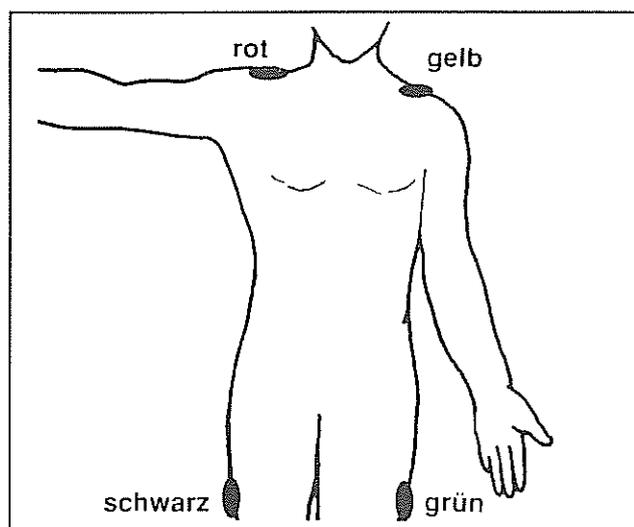

Bild 3
* Wenn Sie die 5adrige Leitung verwenden, legen Sie die Elektroden entsprechend Bild 3 an. Die Brustwandelektrode ist je nach Erfordernissen und Möglichkeiten auf eine der Abnahmestellen C1 bis C8 anzulegen.